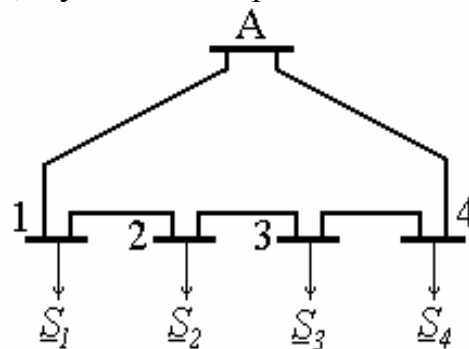

Рис. 56. Схема сети к задаче 34
**Задача 34.** Электроснабжение подстанций 1, 2, 3 и 4 осуществляется по воздушным линиям электропередачи от источника А. *Определить* распределение мощностей в сети, изображенной на рис. 56, с учетом потерь мощности. Сеть выполнена проводами марки АС-185.